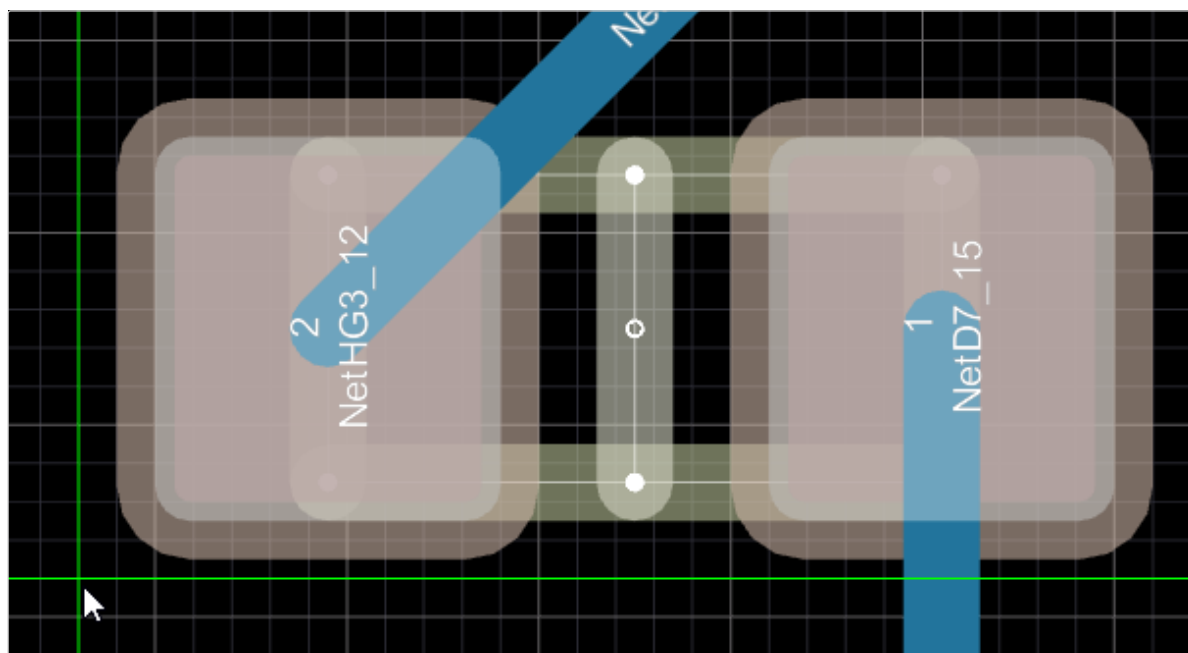

Рисунок 128. Выбор базовой точки при перемещении
- 3) Курсор примет вид перекрестия, после чего необходимо щелкнуть левой кнопкой мыши в точку, относительно которой будут перемещаться выделенные объекты (см. рисунок 128).